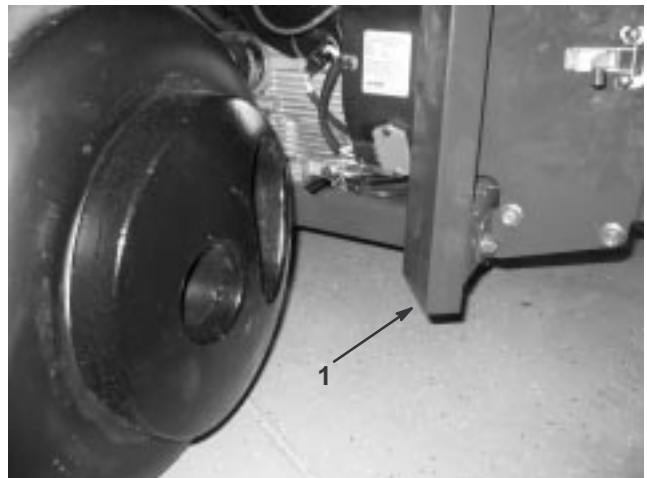

Bild 40
2. Stellen Sie den Ständer sicher vorne unter den Rahmen (Bild 40).